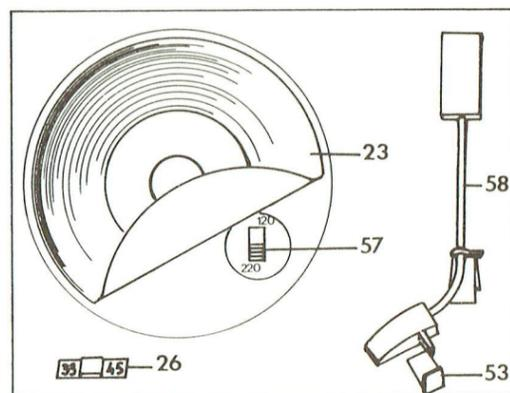

Fig. 1
Ils sont montés sur les platines équipant les électrophones dont la puissance BF est supérieure à 3 W. L'alimentation de ceux-ci est assurée par le primaire du transformateur d'alimentation de l'électrophone utilisé en auto-transformateur. L'inverseur (57) situé sous le plateau du tourne-disques (fig.1) permet d'adapter le transformateur à la valeur du secteur.
Montés sur les platines des électrophones dont la puissance BF est inférieure à 3 W, ils comportent un enroulement basse tension utilisé pour l'alimentation de l'amplificateur. Ils peuvent être alimentés à partir de 120 V ou 220 V grâce aux enroulements commutables qu'ils comportent. Cette commutation est assurée par l'inverseur (57) situé sous le plateau (fig.1).